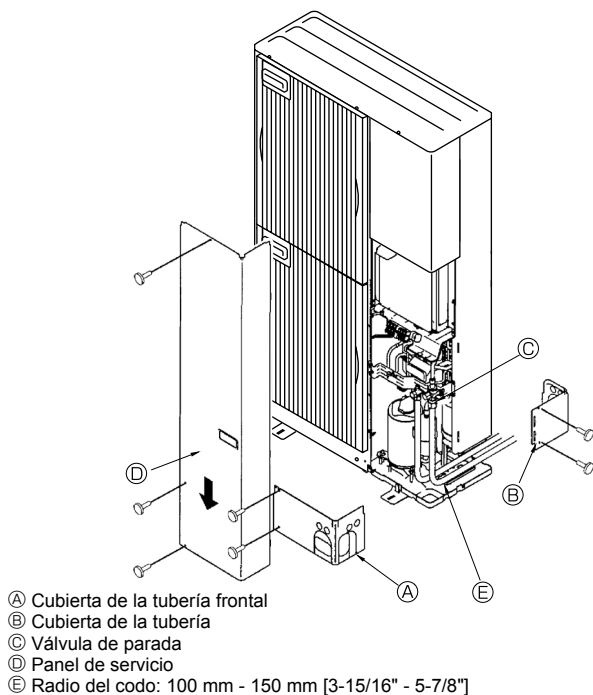

Fig. 5-7
5.6. Tubos de refrigerante (Fig. 5-7)